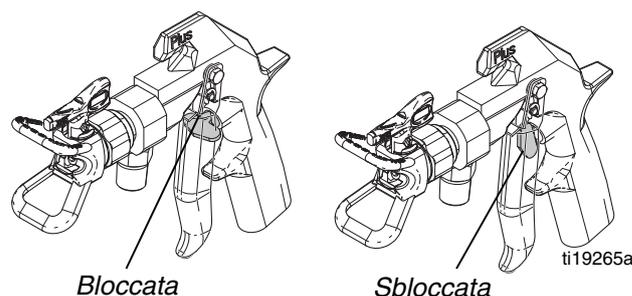

FIG. 1: Posizioni della sicura del grilletto
1. Per azionare la sicura del grilletto della pistola, ruotarla in modo che sia perpendicolare al corpo della pistola. Vedere la FIG. 1.
2. Per sbloccare la sicura del grilletto della pistola, spingerla verso l'esterno e ruotarla in modo che sia parallela al corpo della pistola. Vedere la FIG. 1.